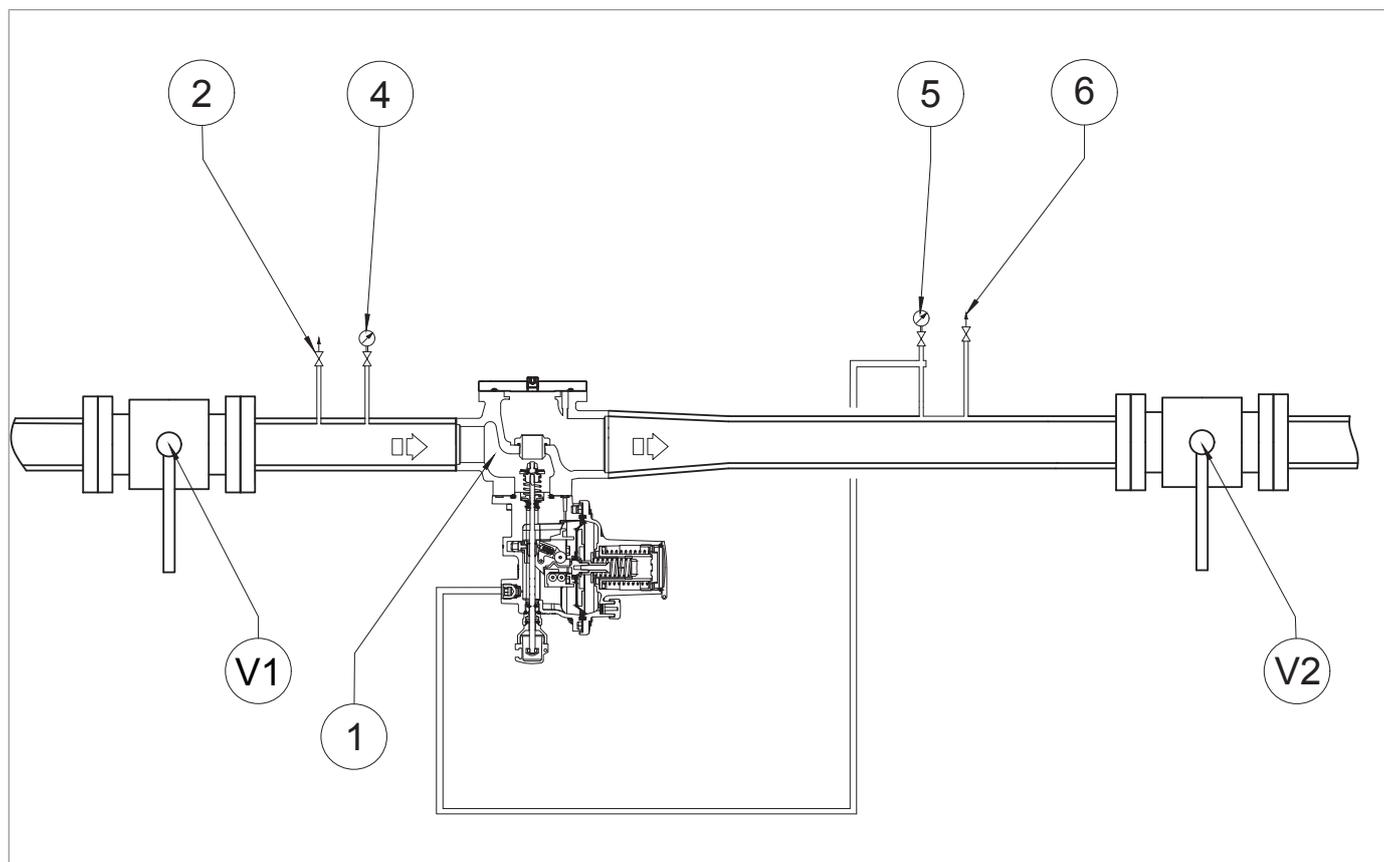
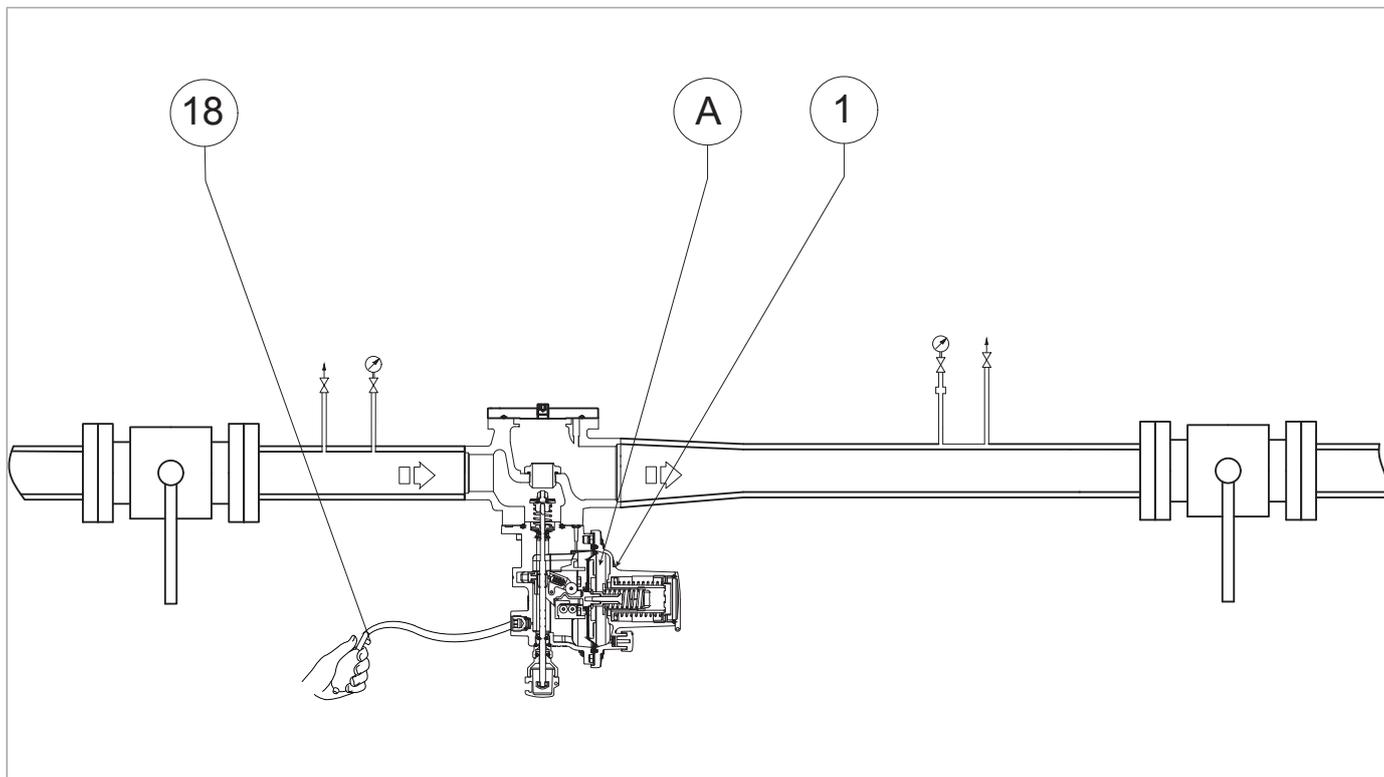

Fig. 8.14. Puesta en servicio de la válvula de bloqueo DILOCK instalada individualmente
Fig. 8.16. Presurización de fuente externa DILOCK instalada individualmente
1	<p>Aumente la presión en el cuerpo del presostato (C) para comprobar que esté correctamente calibrado, utilizando una fuente de presión externa (Fig. 8.16).</p> <div style="border: 1px solid black; padding: 5px;"> <p>¡ATENCIÓN!</p> <p>Compruebe la presión consultando el manómetro aguas abajo (Fig. 8.14, ref. 5).</p> <p>Si la válvula de bloqueo:</p> <ul style="list-style-type: none"> • se dispara antes del valor de presión previsto: enrosque (en el sentido de las agujas del reloj) la tuerca de ajuste (13) para comprimir más el muelle (11); • no se dispara con el valor de presión previsto: desenrosque (en sentido contrario a las agujas del reloj) la tuerca de ajuste (13), para aliviar el muelle (11). </div>
2	Disminuya la presión en el cabezal del presostato utilizando el grifo de purga (18) de la fuente externa o el grifo de purga (Fig. 8.14, ref. 6)
1	Abra parcialmente el grifo de descarga (Fig. 8.14, ref. 6) y manténgalo abierto para las siguientes fases.
2	<p>Disminuya la presión aguas abajo hasta la presión mínima requerida de la válvula de bloqueo.</p> <div style="border: 1px solid black; padding: 5px;"> <p>¡ATENCIÓN!</p> <p>Compruebe la presión consultando el manómetro aguas abajo (Fig. 8.14, ref. 5).</p> <p>Si la válvula de bloqueo:</p> <ul style="list-style-type: none"> • se dispara antes del valor de presión previsto: desenrosque (en sentido contrario a las agujas del reloj) la tuerca de ajuste (15), para aliviar el muelle (17). • no se dispara antes del valor de presión previsto: enrosque (en el sentido de las agujas del reloj) la tuerca de ajuste (15) para comprimir más el muelle (17); </div>
3	Cierre el grifo de descarga (Fig. 8.14, ref. 6).
5	Para rearmar la válvula de bloqueo, aumente la presión aguas abajo (Pd) de la línea, utilizando una fuente de presión externa (Fig. 8.16).